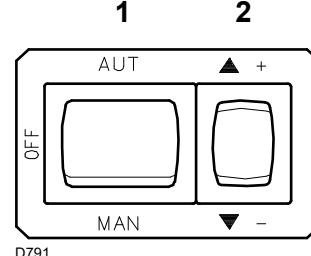
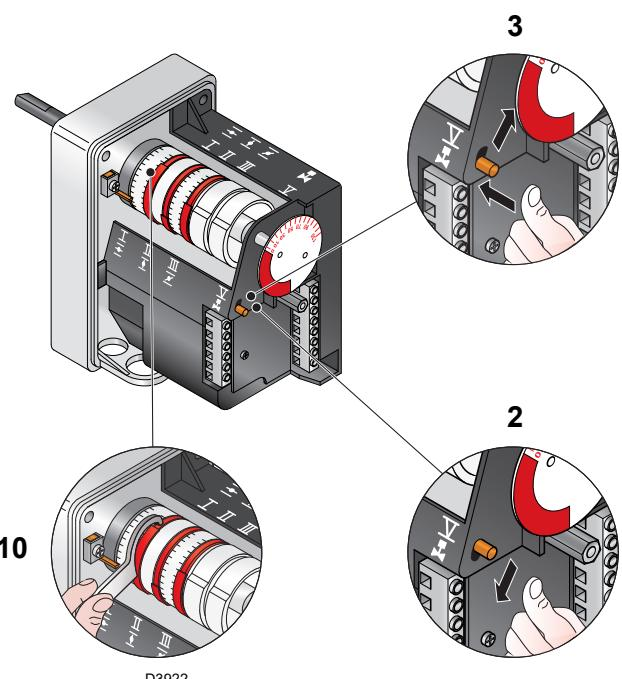

Fig. 27
Fig. 29
Cerrar los termostatos/presostatos y poner el interruptor de la Fig. 27 en la posición "MAN".
Apretar ahora el pulsador 2)(Fig. 27) "aumento de potencia" y mantenerlo apretado hasta que el servomotor haya abierto el registro del aire y la válvula de mariposa del gas.
Presionar el botón 2)(Fig. 27) "disminución de potencia" y mantenerlo apretado hasta que el servomotor haya cerrado el registro del aire y la válvula de mariposa del gas hasta 65° (ajuste de fábrica).
- Si es necesario disminuirlo, reducir un poco el ángulo de la leva III (Fig. 29) mediante cortos desplazamientos consecutivos, es decir, pasando del ángulo 65° a 63° - 61° ....
- Si se desea aumentarlo, pulsar un poco el pulsador "aumento de potencia" 2)(Fig. 27) (abrir de 10-15° la válvula de mariposa del gas), aumentar el ángulo de la leva III (Fig. 29) mediante cortos desplazamientos consecutivos, es decir, pasando del ángulo de 65° a 67° - 69°....
pulsar un poco el botón "aumento de potencia" 2)(Fig. 27) para que el servomotor gire aproximadamente 15°. Regular los tornillos hasta obtener una combustión óptima. Proceder del mismo modo con los demás tornillos. Prestar atención para que la variación del perfil de la leva sea progresiva.
Apagar el quemador mediante del interruptor 1)(Fig. 27), posición OFF, desbloquear la leva 4 del servomotor, presionando y desplazando hacia la derecha el pulsador 3), y comprobar varias veces, haciendo girar con la mano la leva 4) hacia adelante y hacia atrás, que el movimiento sea suave y sin atascos.